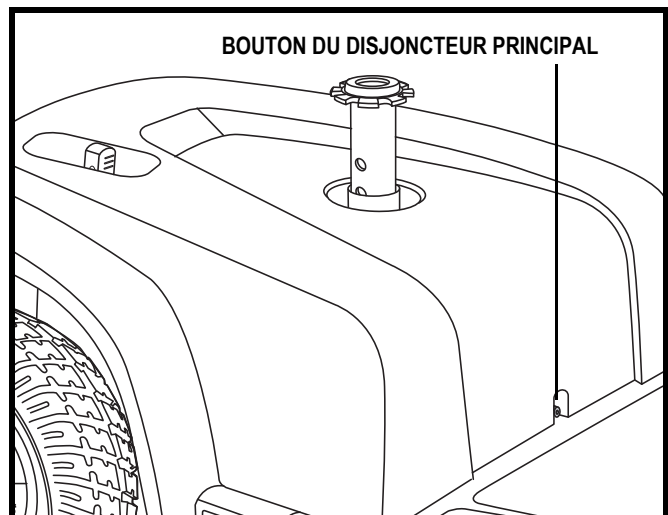

Figure 9. Bouton du disjoncteur principal
Lorsque les batteries sont faibles et que la demande est excessive (charge lourde ou pente forte) le disjoncteur peut se déclencher pour éviter d'endommager les composants électroniques et le moteur. Voir la figure 9.
4. Branchez le connecteur 3-branches du chargeur dans le r ceptacle du chargeur. Voir la figure 9.